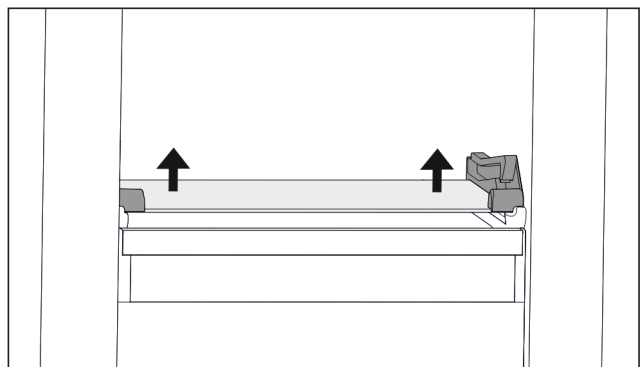

Fig. 131 Скляна пластина відкидного висувного ящика
- ▶ Скляну пластину натиснути з обох боків знизу вгору. (див. Fig. 131)